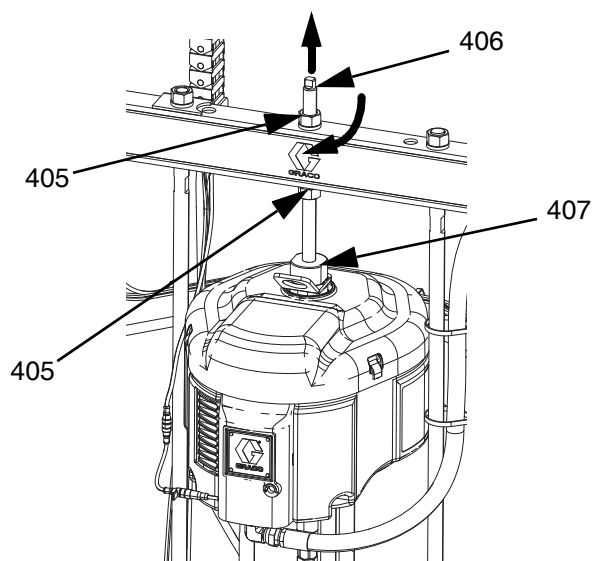

Fig. 43
1. Inserte la bomba de desplazamiento (C) en el plato (D). Consulte los pasos de **Conexión del plato** en la página 106.
3. Conexión del motor neumático (B):
- a. Use una llave en la tuerca (405) en la parte superior de la barra de unión para bajar el motor neumático (B) a la bomba de desplazamiento (C). Vea la FIG. 43 en la página 107. Enrosque la tuerca (405) y apriétela debajo de la barra de unión. Apriete la tuerca (405) debajo de la barra de unión a 34 N•m (25 lb-pie) como máximo.